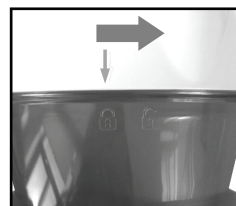

Fig. 5
- Para extraer el conjunto filtro multiciclónico + tapa superior, gire suavemente la tapa superior del depósito en el sentido contrario a las agujas del reloj, hasta que la flecha se sitúe en la posición de un candado abierto, después tire del conjunto hacia el exterior (Fig. 5).